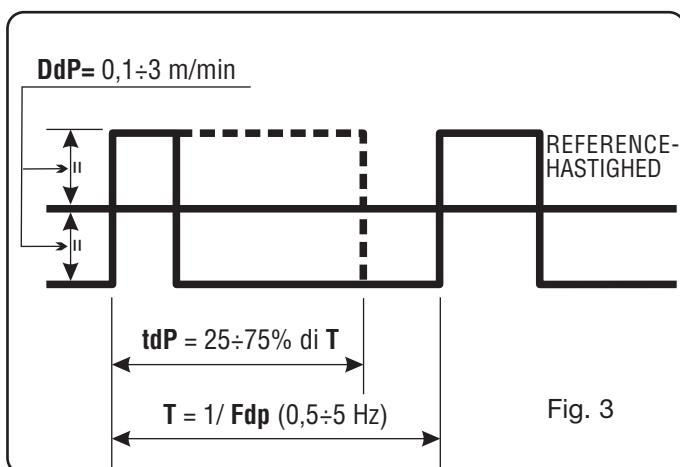

Fig. 3
**D)-** Drej håndtaget **AI**, indtil teksten **tdP** vises. Tidsrum for arbejde med trådens maks. hastighed, dvs. maks. strøm. Udtrykt i % af tidsrummet på baggrund af frekvensen **Fdp** (fig. 3).